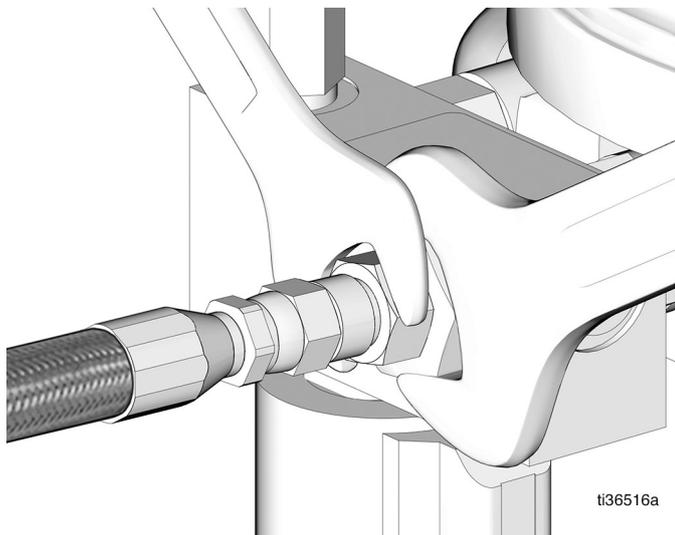

Рис. 14
- Подключите магистральную линию обратно к выпуску насоса (Рис. 14).